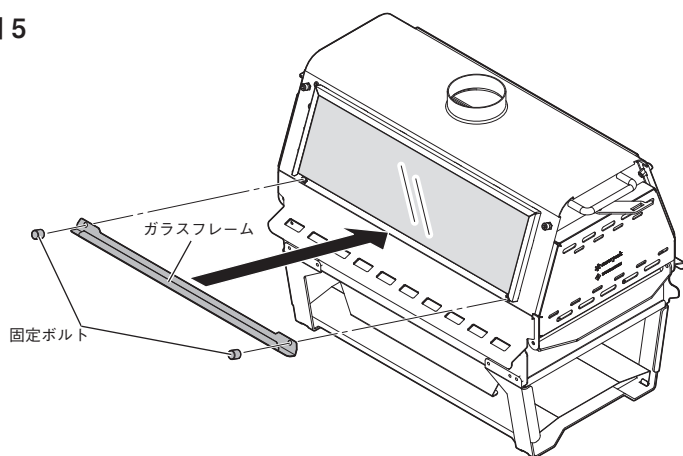

図 6
⑥ ガラス固定ロープを半分に折り、折り目をガラス部の内側中央に合わせ、ガラスとストーブ本体の間を埋めます。(図6)